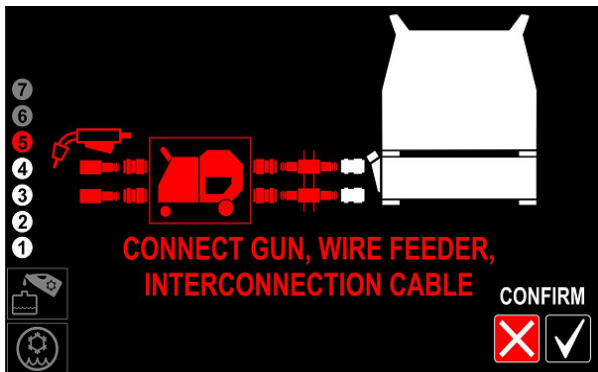

Bild 18
- Anslut brännarslangar och den sammanlänkande sladden vid användning av en strömkälla med separat trådmatare - (bild 18 eller 26).